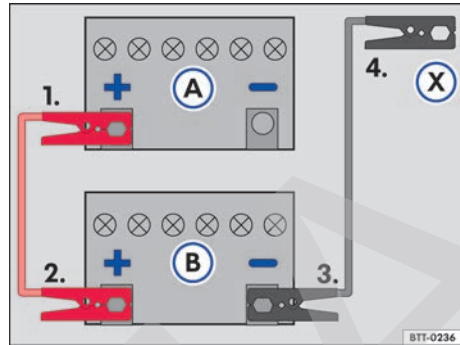

Fig. 202 Esquema para la conexión de los cables auxiliares de arranque: batería del vehículo descargada **A** y batería del vehículo que brinda corriente **B**.
- Conectar una extremidad del cable auxiliar de arranque **rojo** al polo positivo ⇒ **fig. 202** **+** del vehículo con la batería del vehículo descargada **A** ⇒ .